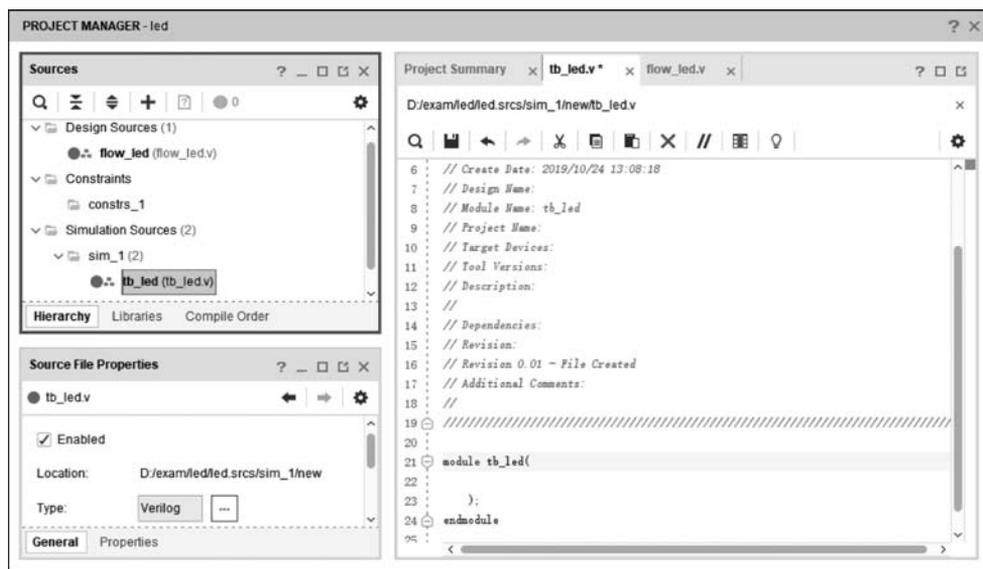

图 3.17 Vivado 工程管理界面
(4) Vivado 界面如图 3.17 所示, 在 Sources 窗格的 Simulation Sources 中出现新建的仿真文件 tb\_led.v, 双击打开该文件, 利用 Vivado 的文本编辑器输入激励代码。本例 LED 流水灯的 Test Bench 激励代码如例 3.2 所示。